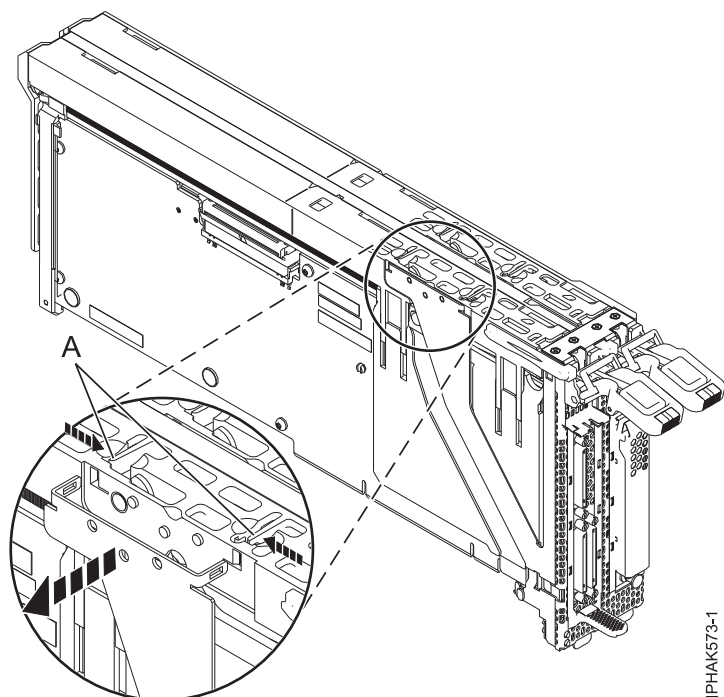

図 69. フェース・プレートの切り離し
6. プラスチック製のロックング・タブ (A) を外して、フェース・プレート・アセンブリーの外側のアームを切り離します。 89 ページの図 69を参照してください。